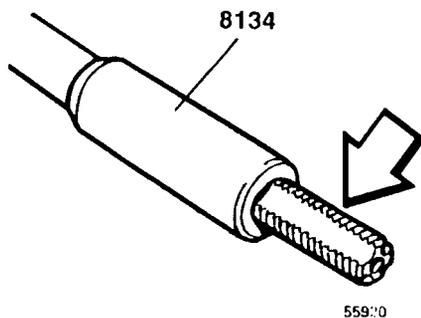

Fig. 81
- 8 Lubricar con grasa, véase fig. 81 el macho de roscar en la herramienta 8134. **Nota:** La grasa es para evitar que las limaduras (de cobre) caigan a la camisa y produzcan daños.